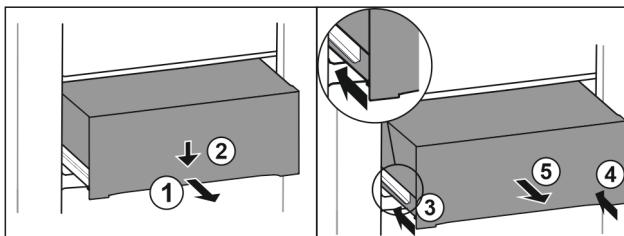

Fig. 131
- Вытяните выдвижной ящик наполовину. Fig. 131 (1)
- Вдавите выдвижной ящик в передней части вниз. Fig. 131 (2)
- Задвиньте левую направляющую прим. на 2 см. Fig. 131 (3)
- Задвиньте правую направляющую прим. на 2 см. Fig. 131 (4)
- Извлеките выдвижной ящик движением вперед. Fig. 131 (5)